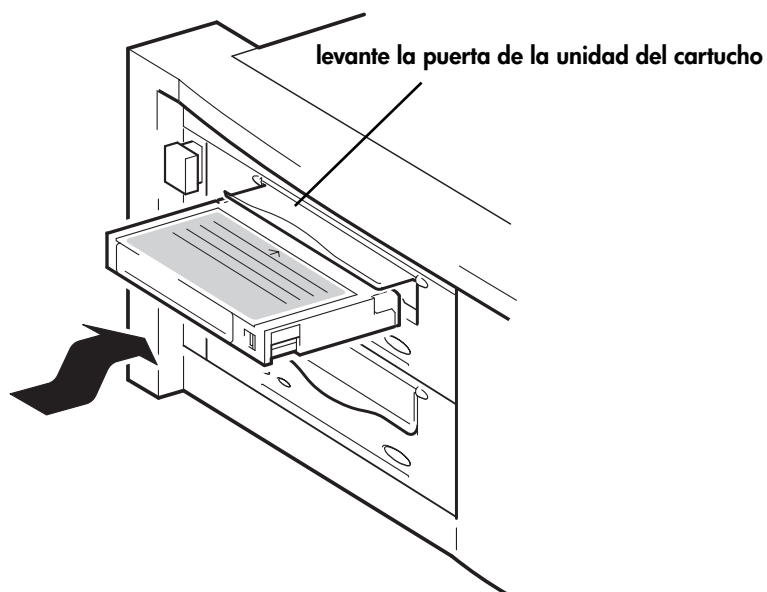

Figura 6a: carga de un cartucho
- 1 Levante la puerta del cartucho, situada en la parte frontal de la unidad de cinta, e inserte el cartucho en la ranura con la flecha blanca en la parte superior y señalando a la puerta de la unidad. Aplique una ligera presión hasta que la unidad de cinta coja el cartucho y lo cargue. (Véase la figura 6a).